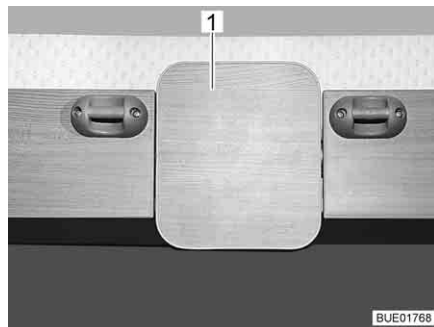
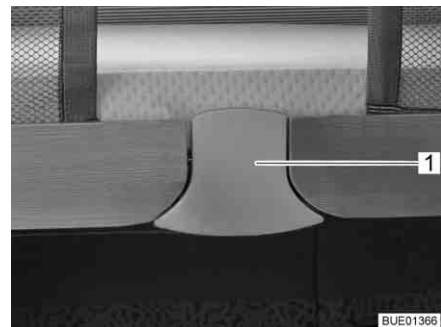

Fig. 77 Déverrouillage (Premio Plus)
Fig. 78 Déverrouillage (Averso Plus)
- Retirer le verrouillage inférieur (Fig. 77,1 et Fig. 78,1). Le dispositif de verrouillage est alors débloqué.